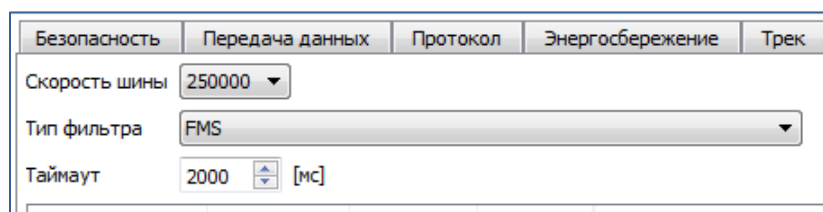

Рисунок 21. Настройка режима FMS в Конфигураторе
- выберите необходимую скорость шины (рис.21)